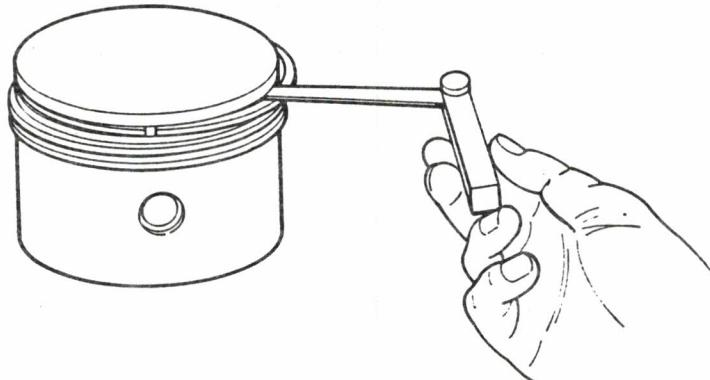
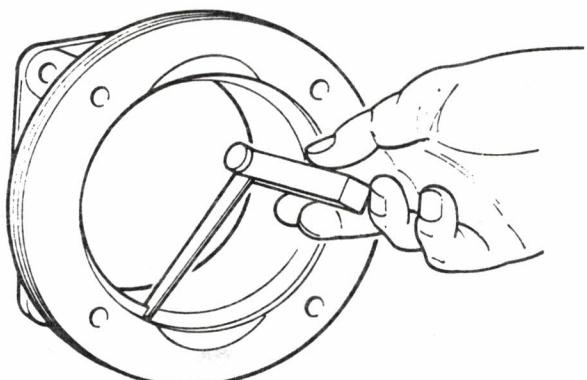

Bild 6 Kolbenring-Axialspiel messen
Bild 7 Kolbenring-Radialspiel messen
- Axialspiel der Kolbenringe im Kolben mit Fühlerlehre messen (Bild 6).
- Meßwerte mit Toleranztabelle Kolbenringe in 4.1.2.1(2) vergleichen.
- Kolbenringe ca. 20 mm vom oberen Rand entfernt in den Zylinder einschieben und Stoßspiel ausmessen (Bild 7).